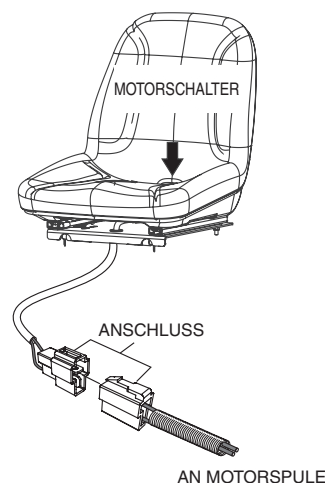

Abbildung 5. Motorauschalter (Sitz)
4. Verbinden Sie das Kabel „Motorausschalters“ (Sitz) mit dem passenden Stecker wie in Abbildung 5 gezeigt.